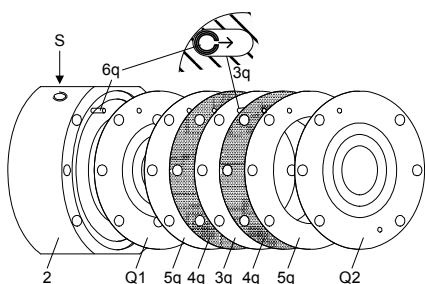

Рис. 40 Мембрана на стороне дозирующей головки
**Парафиновое масло, расположенное между мембранами (Q), передается через зажимные муфты (6q) на контактный манометр (S), заполняя его, и активирует обнаружение разрыва мембраны. Это масло обеспечивает проход между мембранами через щели в зажимных муфтах и в промежуточном диске. Поэтому зажимные муфты (6q) должны устанавливаться в правильной конфигурации так, чтобы разрезы в зажимных муфтах были направлены к разрезам в промежуточном диске (3q). См. рис. 40.**